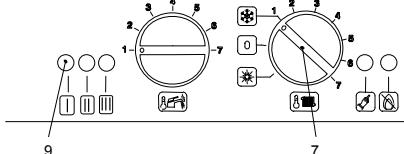

Fig. 2.4
- If the boiler is to be used for C.h. and D.h.w position the function selector 7 as in Fig. 2.4. The appliance operation light 9 will flash every 2 seconds (operating boiler).
- Если котел должен работать в режиме отопления и приготовления горячей воды, переключатель 7 должен находиться в положении, как указано на рис. 2.4. Индикатор котла 9 будет мигать каждые 2 секунды (котел работает).